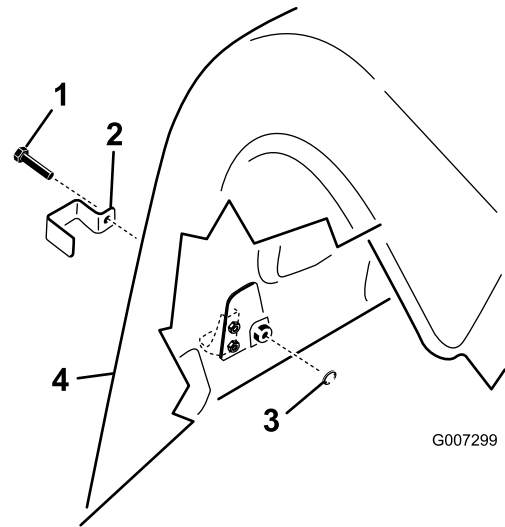

Рисунок 18
1. На модели ProCore 864 установите стопорный кронштейн над левой и правой защелками заднего нижнего и верхнего капота, используя самонарезающий болт (всего 4 шт.); см. (Рисунок 18).
2. На модели ProCore 1298 установите стопорный кронштейн над всеми защелками заднего нижнего капота и наружной защелкой верхнего капота, на правой и левой задних крышках, используя самонарезающий болт (по 3 шт. на каждый аэраторный вал, всего 6 шт.); см. (Рисунок 18).
с внутренней фиксацией (1-2 витка резьбы) для фиксации болта (Рисунок 18).